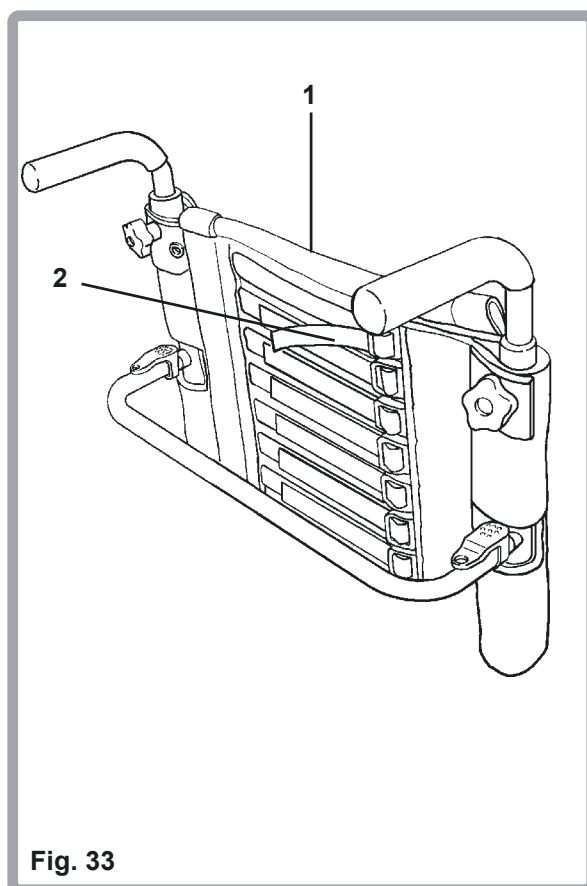

Fig. 33
Pour régler la toile (Fig. 33), commencer par soulever le rabat à l'arrière (1) couvrant les bandes, l'utilisateur étant assis dans le fauteuil, desserrer ou serrer chaque bande (2). Il est nécessaire de suivre la silhouette du dos de l'utilisateur (cela signifie qu'en général il faut serrer les sangles autour de la région lombaire et les desserrer au niveau du postérieur et de la partie supérieure du dos). Ces réglages ne doivent être effectués que par un kinésithérapeute.